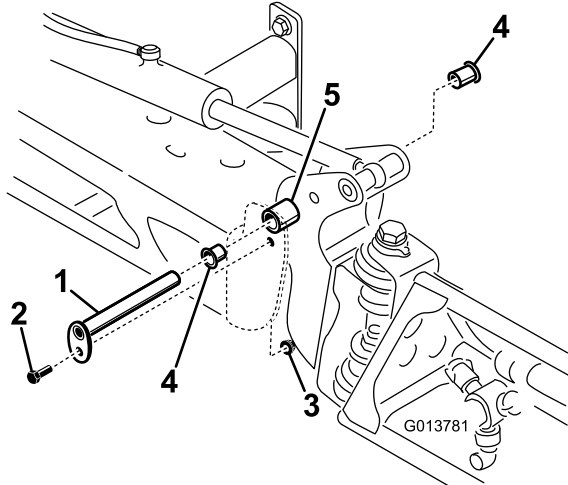

图76
3. 支撑住喷洒臂的重量、然后拆下将枢轴销紧固到喷洒臂组件的螺栓和螺母 (图76)。
4. 拆下枢轴销 (图76)。
6. 从枢轴支架的前后侧拆下尼龙轴套并进行检查 (图76)。
8. 将喷洒臂和枢轴支架装回中心机架上，对准开口 (图76)。